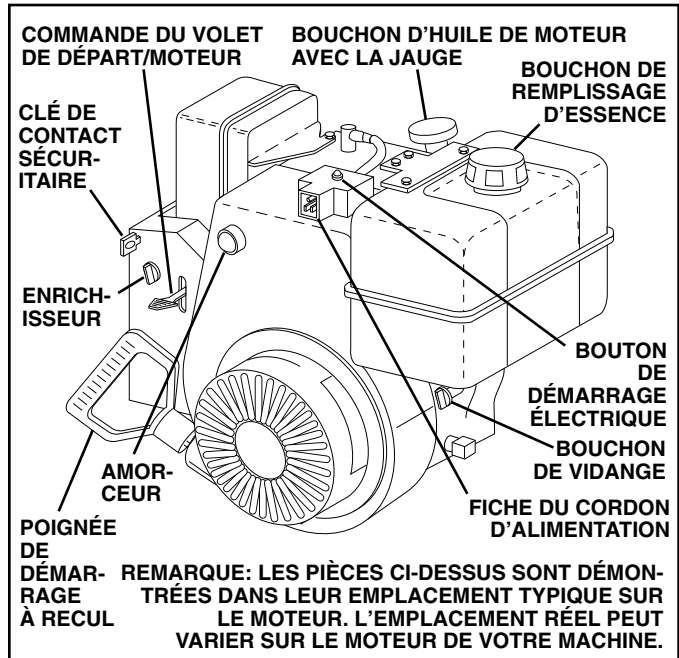

FIG. 20
**VÉRIFIER LE NIVEAU D'HUILE DU MOTEUR (Voir la Fig. 20)**
## AJOUTER DE L'ESSENCE (Voir la Fig. 20)